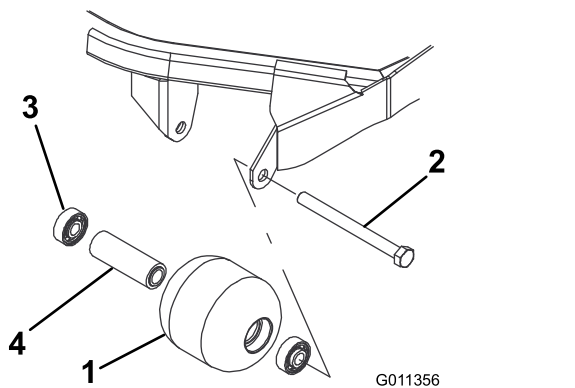

Рисунок 87
1. Снимите болт крепления валика (Рисунок 87).
4. Осмотрите корпус, подшипники и распорную втулку подшипника валика на наличие повреждений (Рисунок 87). Замените все поврежденные компоненты и соберите их.
1. Запрессуйте передний подшипник в корпус валика (Рисунок 87). Прикладывайте усилие только к наружному кольцу или одинаковое усилие к внутреннему и наружному кольцам.
2. Вставьте втулку подшипника (Рисунок 87).
3. Запрессуйте второй подшипник в корпус валика (Рисунок 87). Запрессуйте, нажимая с одинаковым усилием на внутреннее и наружное кольца до тех пор, пока внутреннее кольцо не войдет в контакт с проставкой.